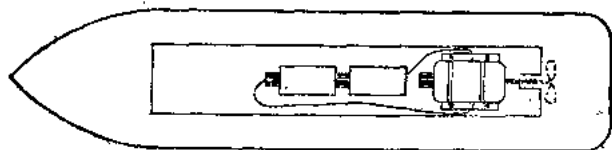

图 4
7. 电动机的两个接线头接上电源(电源用两节 1.5 伏干电池)(图 4)。